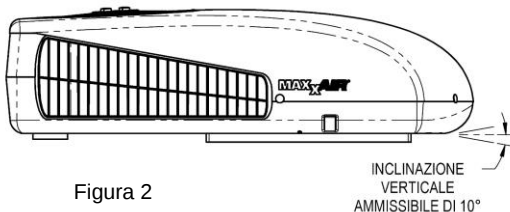

Figura 2
- C. La pompa di calore deve essere montata in piano sia in senso laterale che verticale, con il veicolo parcheggiato in piano. La Figura 2 mostra il massimo grado di scostamento ammissibile.